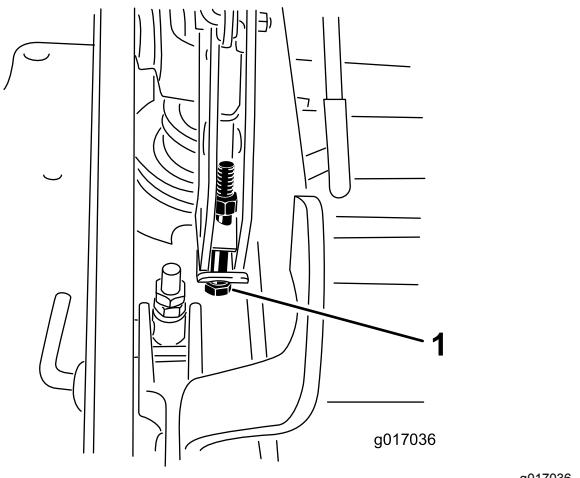

Figura 80
- Se il piatto è troppo basso, serrate il bullone di regolazione da un punto unico ruotandolo in senso orario. Se il piatto è troppo alto, allentate il bullone di regolazione da un punto unico ruotandolo in senso antiorario (Figura 80).